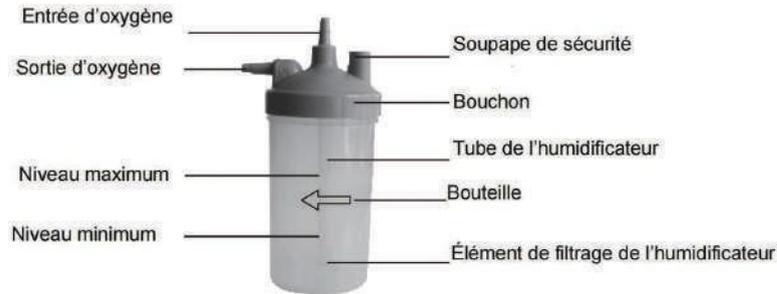

Figure 5 : Composants de l'humidificateur
- Dévissez la bouteille de l'humidificateur dans le sens des aiguilles d'une montre. Remplissez la bouteille d'eau pure (ou d'eau distillée) à un niveau compris entre MAXIMUM et MINIMUM. NE remplissez PAS la bouteille de l'humidificateur au-dessus du MAXIMUM. (Figure 5)